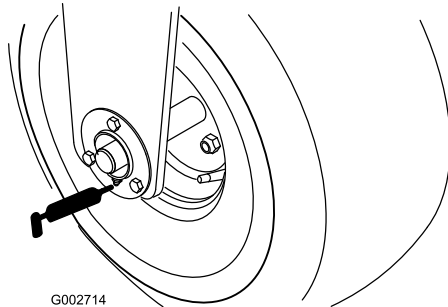

Figura 23
- Cojinete de la rueda delantera (1) (Figura 23)